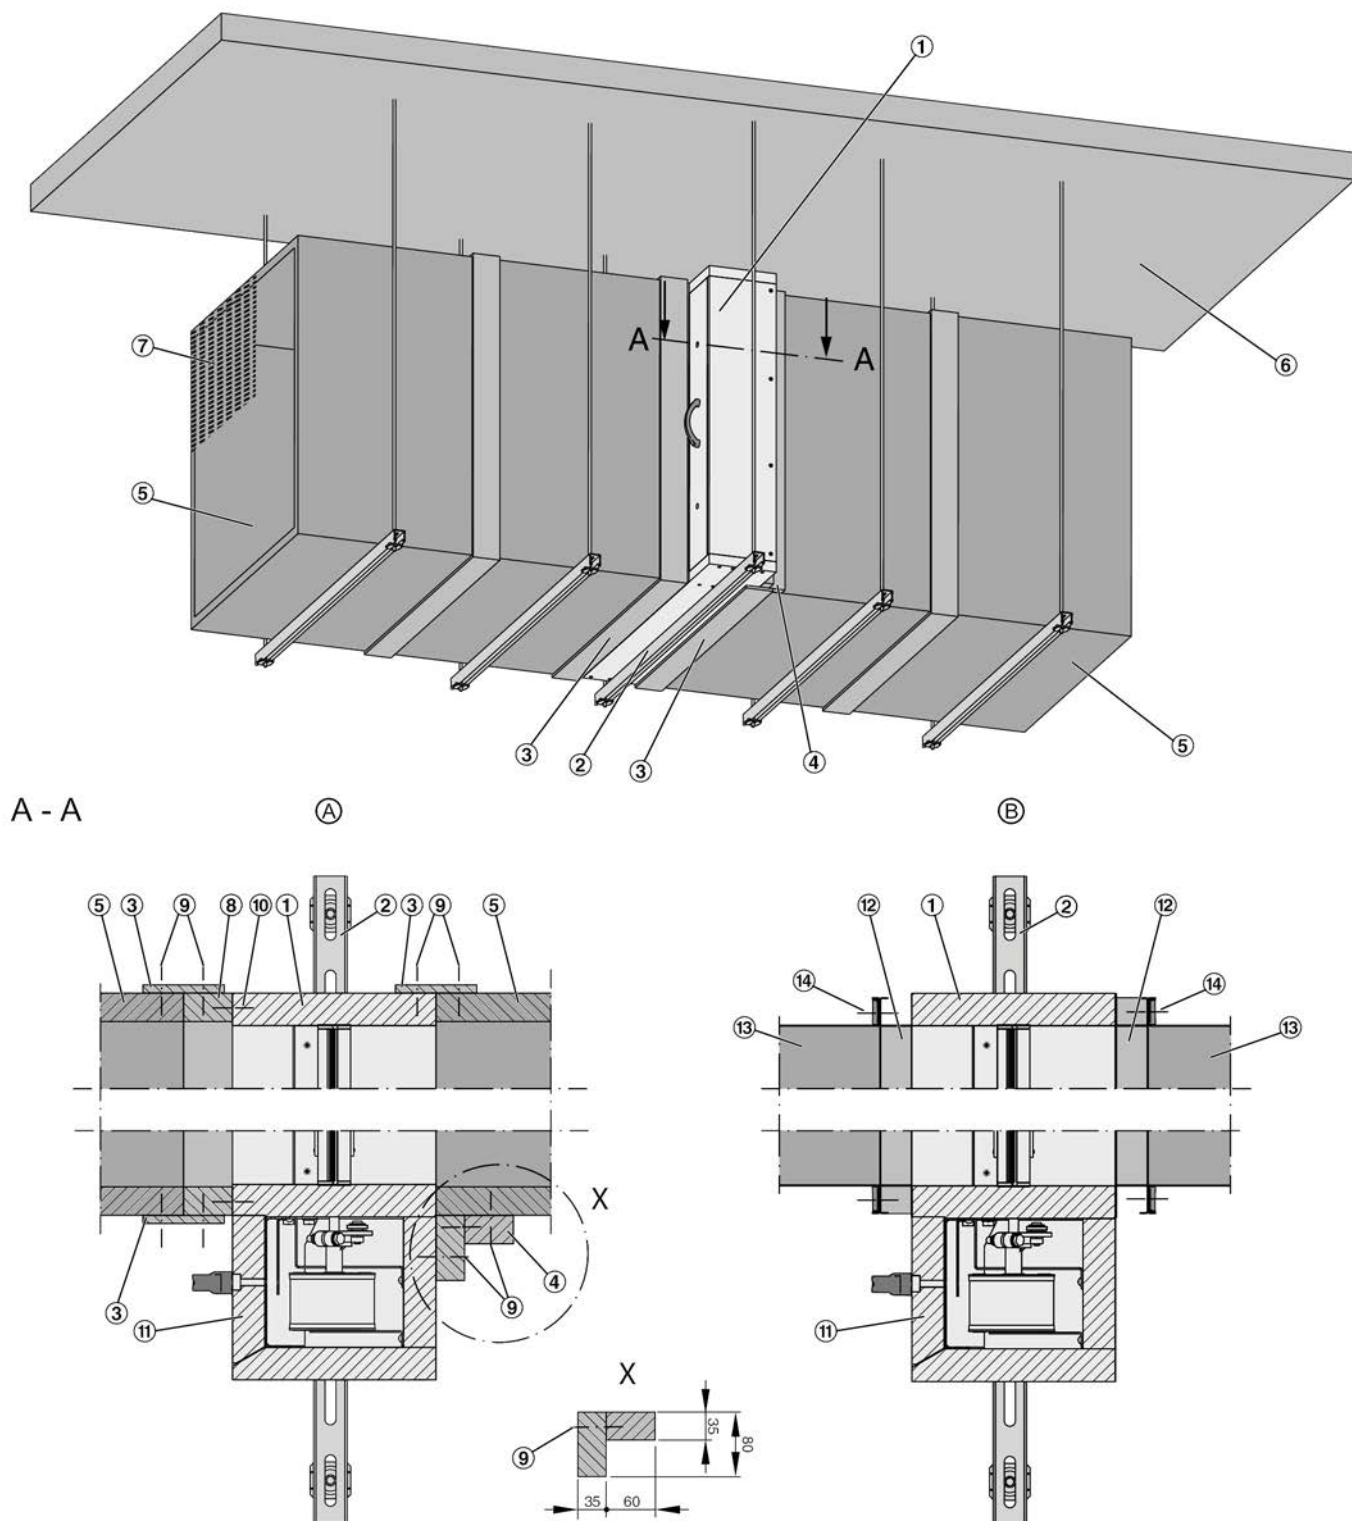

Fig. 32: Montasje i en horisontal røykavtrekkskanal
- Aktuatorinnkapslingen må være tilgjengelig for vedlikehold selv etter installasjon (deksel, Fig. 32 /11).
1. ▶ Lag en underramme for sammenkobling (Fig. 32 /8) med nødvendig lengde av brannklassifisert PROMATECT®-LS-plate, d = 35 mm x 60 mm, eller tilsvarende (av andre). Bruk gipsskruer (Fig. 32 /10) for å koble den til driftssiden av røykkontrollspjeldet. Plasser skruene (Ø6 x 100 mm, Fig. 32 /10) langs perimeteret (forbor hull Ø4 mm), plasser skruene med en avstand på $\leq 250 \text{ mm}$, avstand fra kant skal være enten 70mm (H-seksjon) eller 60 mm (B-seksjon). Forsenkede skruehoder!
4. ▶ Fest en vinkelseksjon (Fig. 32 /4) mellom aktuatorens kapsling og røykavtrekkskanalen.
5. ▶ Koble til den brannsikre røykavtrekkskanalen til røykkontrollspjeldet med skjøtestykker (Fig. 32 /3) ↗ 6 «Røykavtrekkanal og beskyttelsesgitter» på side 63 .
1. ▶ Heng opp røykkontrollspjeldet (Fig. 32 /1) med underammer på begge sider (valgfritt; Fig. 32 /12) ↗ 5.9 «Oppheng av røykkontrollspjeldet» på side 62 .
2. ▶ Før røykavtrekkanalen (Fig. 32 /13) opp til røykkontrollspjeldet, på begge sider, og heng den opp.
3. ▶ Skru fast (Fig. 32 /14) røykavtrekkskanalen til underammen.